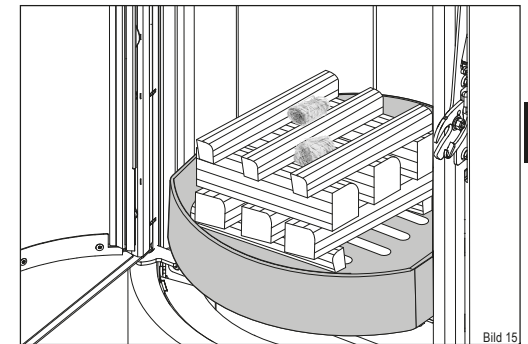

Bild 15
- Platzieren Sie die Holzscheite mittig auf dem Feuerrast im Feuerraum (Bild 15):
- die ersten 2 (2) quer zur Feuerraumscheibe an das vordere und hintere Ende der Rostöffnung legen
- die nächsten 3 (1) drei in Längsrichtung zur Feuerraumscheibe auf die beiden ersten Stücke legen
- die nächsten 3 (1) quer darüber
- die letzten 3 (2) längs darüber
- die Anzündhilfe (3) mittig zwischen die oberen Holzscheite